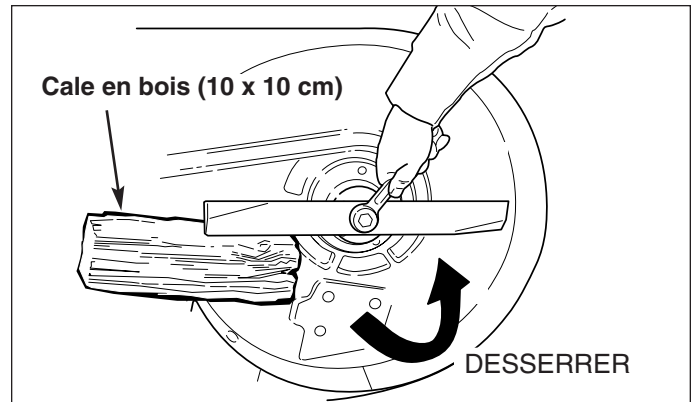

Figure 28. Dépose de la lame
2. Voir la figure 28. Pour retirer une lame pour l'affûter, la bloquer avec une cale en bois afin de l'empêcher de tourner et desserrer le boulon de fixation.
3. Bloquer la lame avec une cale en bois (B, figure 28) pour l'empêcher de tourner et desserrer le boulon de fixation (A).